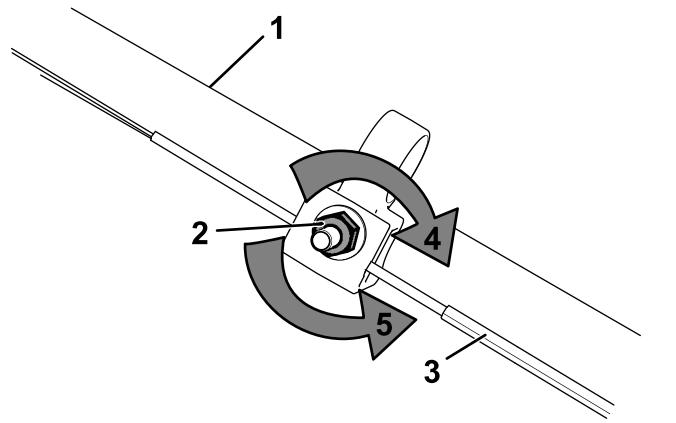

Figura 26
- Rode a porca de ajuste no sentido contrário ao dos ponteiros do relógio para folgar o ajuste do cabo (Figura 26).
- Ajuste a tensão do cabo (Figura 26) puxando-o para trás ou empurrando-o para a frente e mantendo a posição.